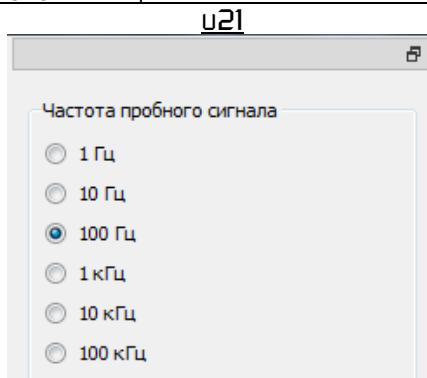

Рисунок 9. Выбор частоты пробного сигнала
- Кнопками «Частота пробного сигнала» (рисунок 9) выбирается частота генерируемого на выходе измерительных щупов сигнала для снятия ВАХ.